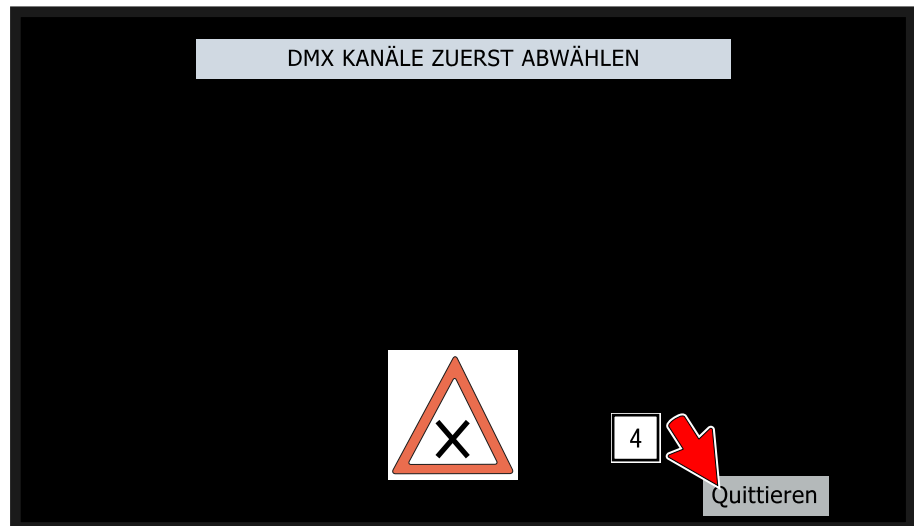

Abb. 51: Fehleranzeige bei aktiven DMX-Kanälen
4. Sind DMX-Kanäle bereits aktiv, erscheint eine Fehlermeldung „DMX KANÄLE ZUERST AUSWÄHLEN“ entsprechend Abb. 51.